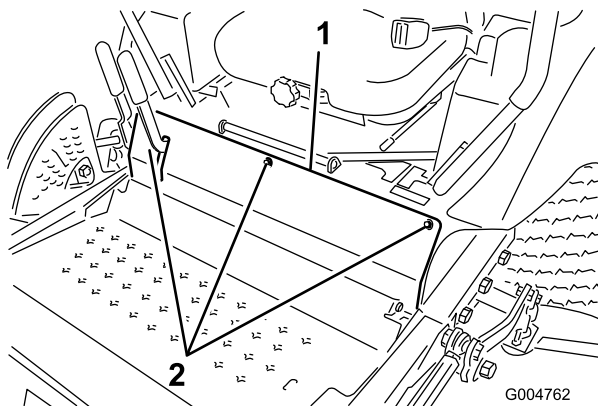

Figure 60
3. Retirez les boulons de fixation du panneau avant et déposez le panneau (Figure 60).